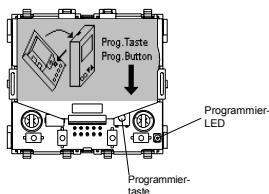

Bild 5: Lage der Programmier-LED und Programmier-LED, wird auch auf dem unparametrierten LCD angezeigt, bei anliegender Busspannung.
- Programmieren Sie nun die physikalische Adresse. Die Lage der Programmier-LED ist in Bild 5 dargestellt.